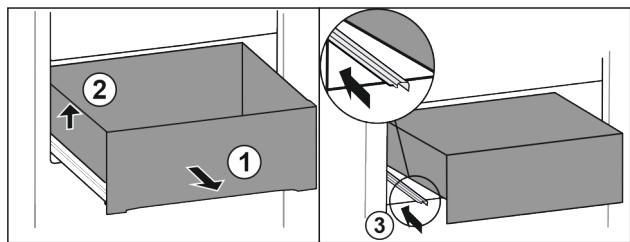

Fig. 23
- ▶ Vytiahnite zásuvku až na doraz. Fig. 23 (1)
- ▶ Nadvihnite zásuvku doľava. Fig. 23 (2)
- ▶ Zasuňte ľavú koľajničku. Fig. 23 (3)